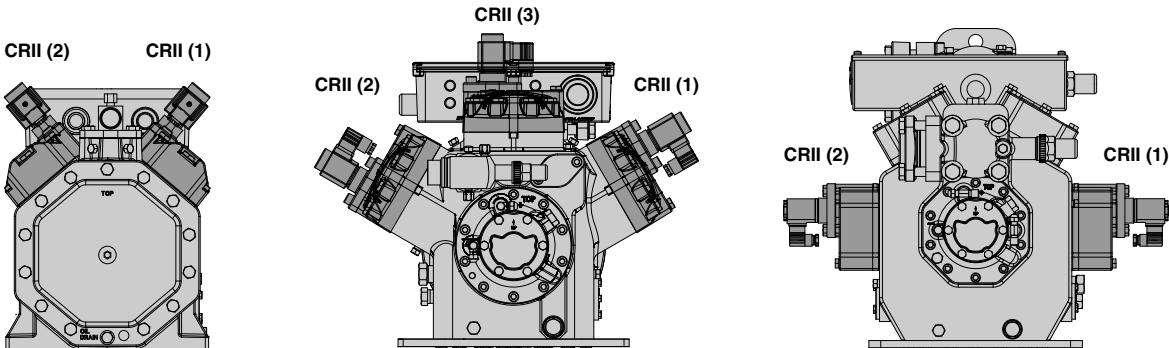

Рис. 5: 4-, 6- и 8-цилиндровые компрессоры ECOLINE полностью оснащенные системой CRII
Монтаж верхней части клапана для системы регулирования производительности см. на рис. 5, стр. 62.
- Тандем -компрессор: в отношении возможных последовательных переключений нагрузки оба компрессора должны быть укомплектованы равным количеством головок цилиндров CRII, см. рис. 5, стр. 62.